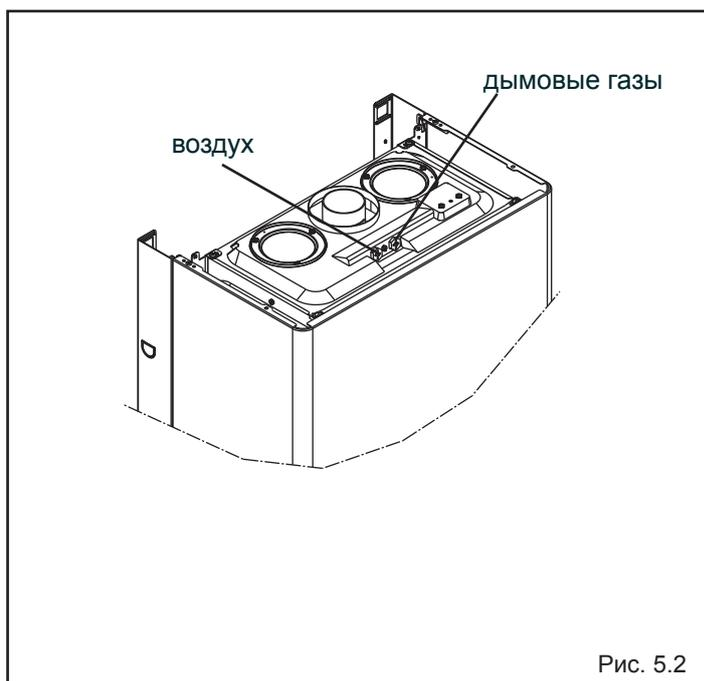

Рис. 5.2
- вставить в отверстие для контроля дымовых газов и воздуха (рис. 5.2)